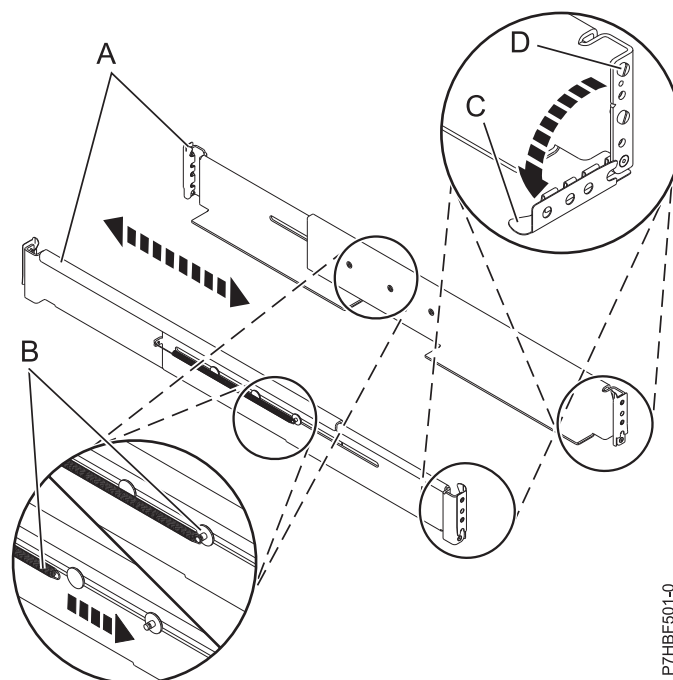

Figure 5. Installation des glissières
3. Faites pivoter vers le bas les fixations avant et arrière (C) sur les glissières de gauche et de droite, comme illustré dans la figure 5, à la page 8.
4. Sur chaque glissière, retirez la bande autocollante qui fixe le ressort (**B**) à la glissière. Enroulez l'extrémité du ressort autour de la vis de butée sur la glissière, comme illustré dans la figure 5.